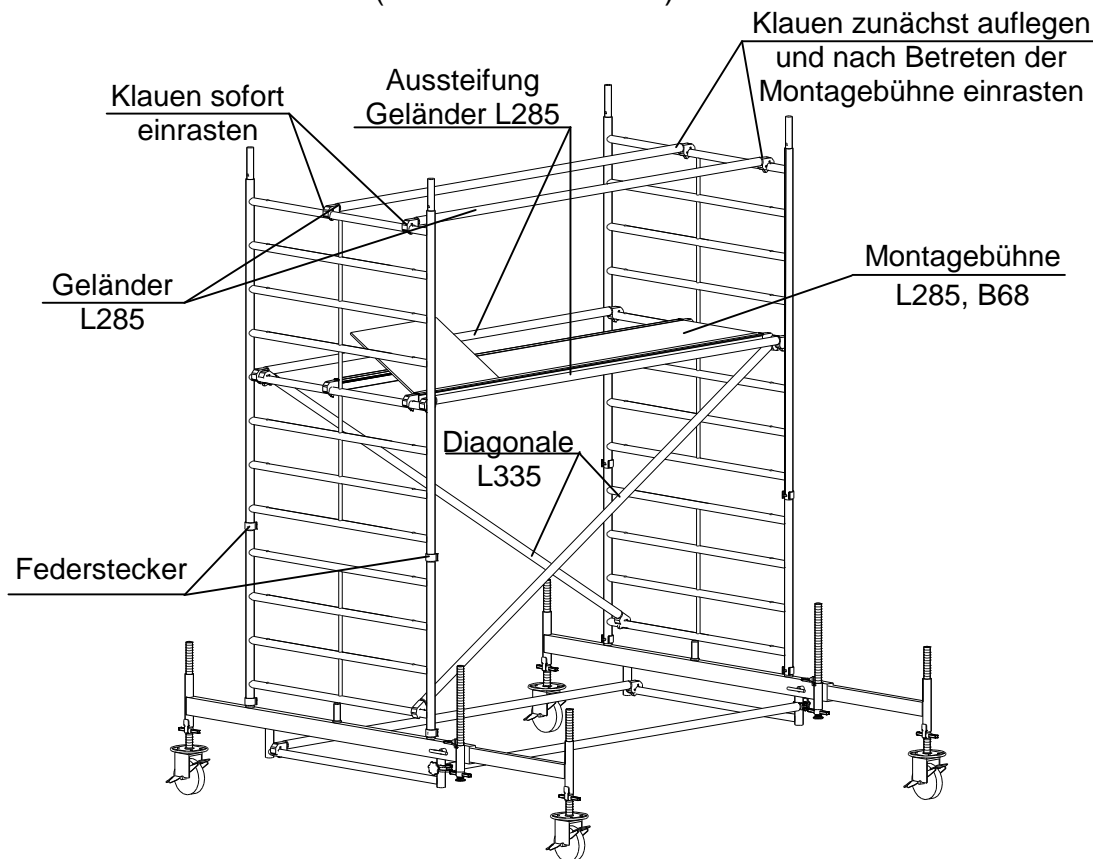
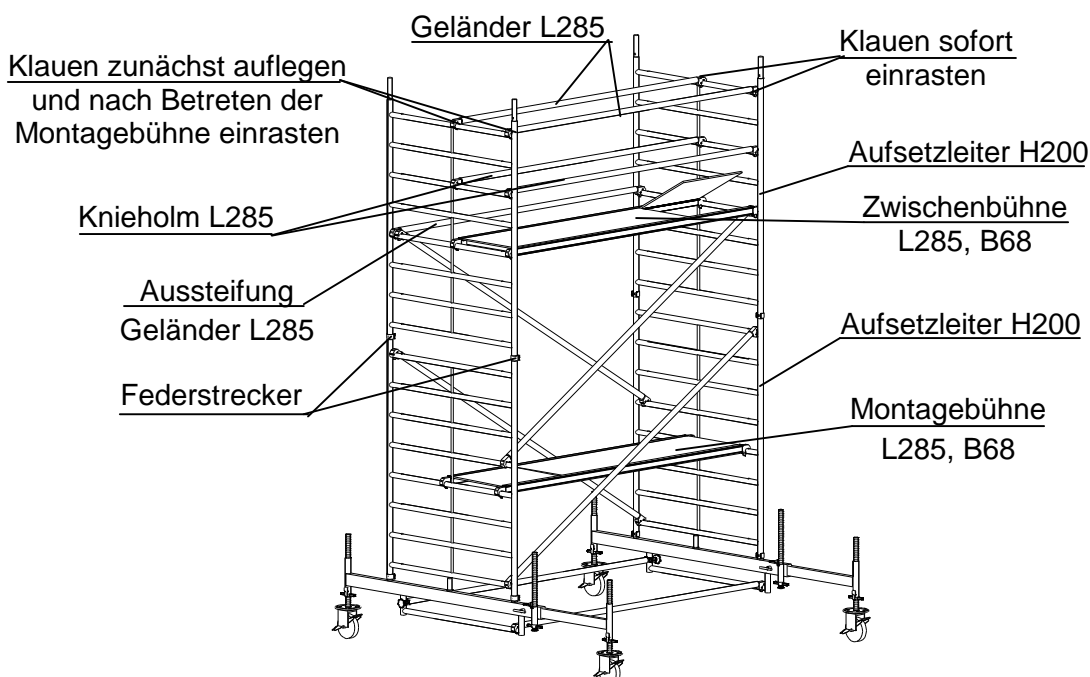

Bild 10: Seitenschutz der Montagebühne
Bild 12: Zwischenbühne Standhöhe 3.60 m
- ➔ Die Montagebühne betreten und die abliegenden Klauen einrasten. (siehe hierzu Bild 10).
- Zum Seitenschutz der Zwischenbühne (Bild 11) siehe Beschreibung zu Bild 10. Zusätzlich sind beidseitig Geländer L285 als Knieholme 0.50 m über dem Belag einzubauen.
- Zum Seitenschutz der Zwischenbühne (Bild 12) siehe Beschreibung zu Bild 10. Zusätzlich sind beidseitig Geländer L285 als Knieholme 0.50 m über dem Belag einzubauen.
- Der Seitenschutz ist wie zu Bild 10 und 11 beschrieben einzubauen.